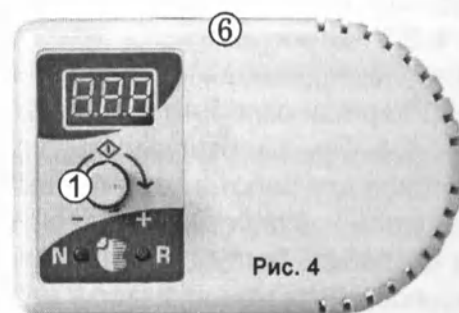

Рис. 4
При включении в УСМФ устанавливается режим управления бормашиной. На индикаторе пульта (6, рис. 4) отображается скорость вращения инструмента бормашины (тыс. об/мин). Скорость изменяется поворотом ручки (1, рис. 4), включение, выключение вращения – последовательным нажатием на ручку или нажатием и отпусканием педали (26), при этом на индикаторе отображается точка правом нижнем разряде.
В режиме управления электрошпателем (включены все три цифровые сегменты индикатора) индицируется заданная температура насадки. Изменение температуры поворотом ручки (1, рис. 4).
Выключение и включение электрошпателя – нажатием ручки (1, рис. 4), при этом на индикаторе отображается точка правом нижнем разряде.